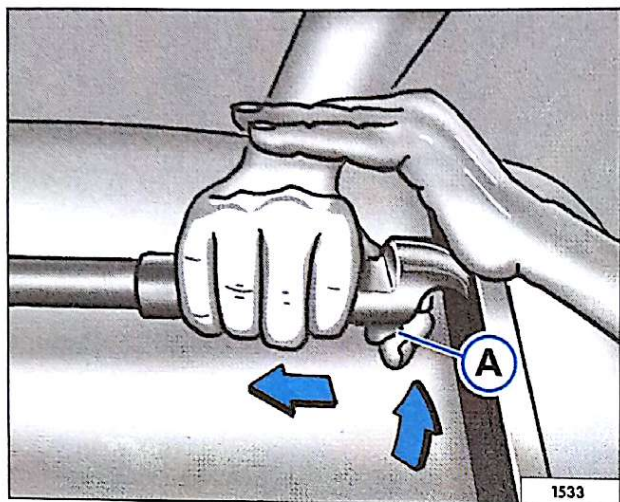

Fig. 89 Detalhe da remoção da travessa
- Desloque a trava (A) ⇒ fig. 89, comprima a travessa contra a longarina oposta e levante a sua extremidade, apoiando-a com a outra mão para vencer a ação da mola.